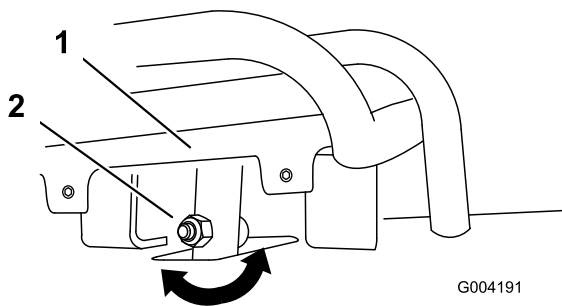
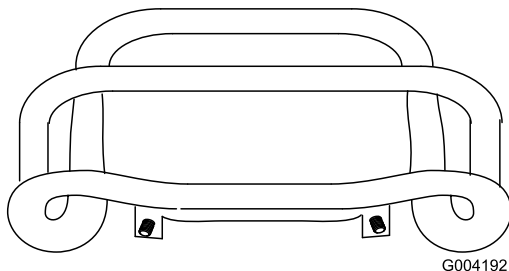

Figura 54
Figura 55
4. Si la parte delantera del control de tracción no queda enrasada con y paralela a la barra de referencia, afloje la tuerca con arandela prensada y el perno del tubo del control de tracción (Figura 54).
5. Ajuste el control de tracción hasta que quede enrasado con la barra de referencia al tirar del mismo hacia atrás del todo (Figura 54 y Figura 55).
- C. Afloje la tuerca con arandela prensada y el perno del tubo del control de tracción (Figura 54).
- I. Ajuste el control de tracción hasta que quede enrasado con la barra de referencia al tirar del mismo hacia atrás del todo (Figura 54 y Figura 55).